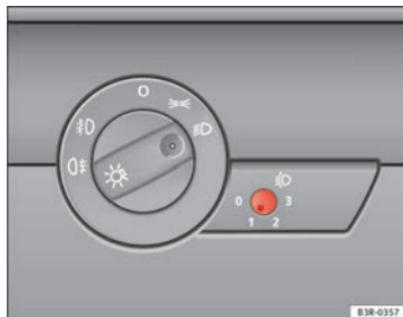

Fig. 88 Regolazione profondità fari
- Premere il tasto  => fig. 88 per sbloccarlo.